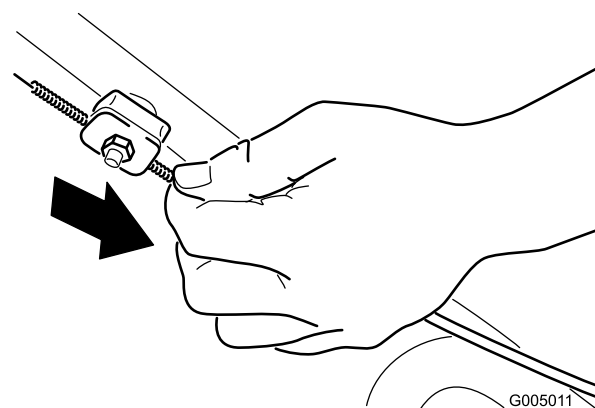

Figure 29
- Tirez la gaine du câble vers le bas (vers la tondeuse) jusqu'à ce qu'il n'y ait plus de mou dans le câble (Figure 29).